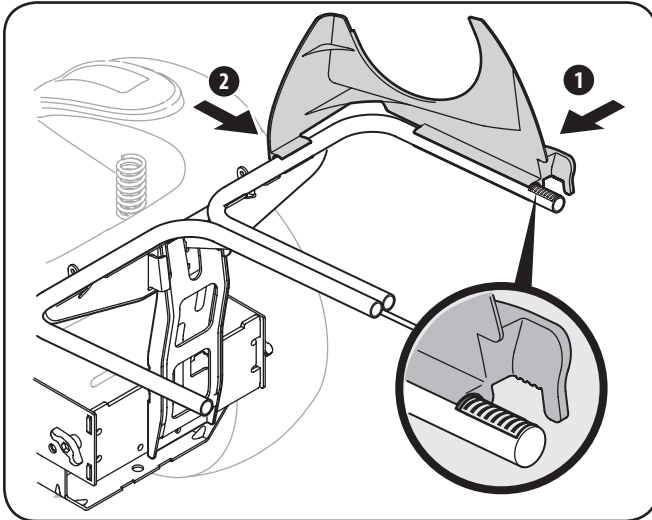

Figura 4-10
1. Calce a presión el soporte plástico del canal superior colocando primero el lateral sobre el riel (1) de soporte de la embolsadora con el borde que calza a presión alineado con la línea roja, como se ve en la Figura 4-10.
2. Calce el frente del soporte del canal al riel (2), como se muestra en el recuadro de la Figura 4-10.